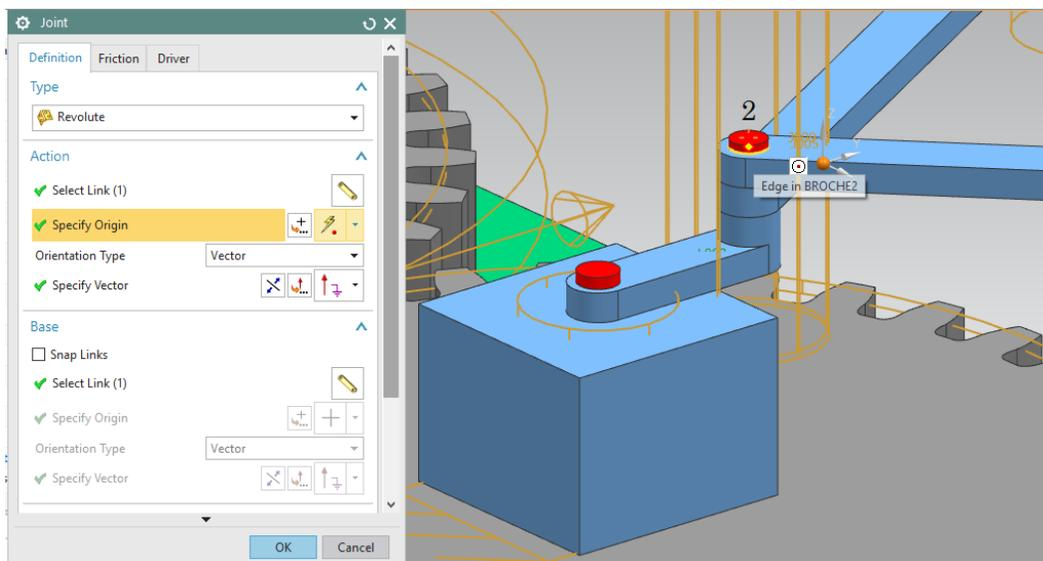

Figura 1.2.15 Articulación 4.
Joint 4: Seleccionar Link L002 en **Action>Select Link**, seleccionar (2) en **Specify Origin** y en **Base>Select Link** seleccionar Link L005 (Figura 1.2.15).